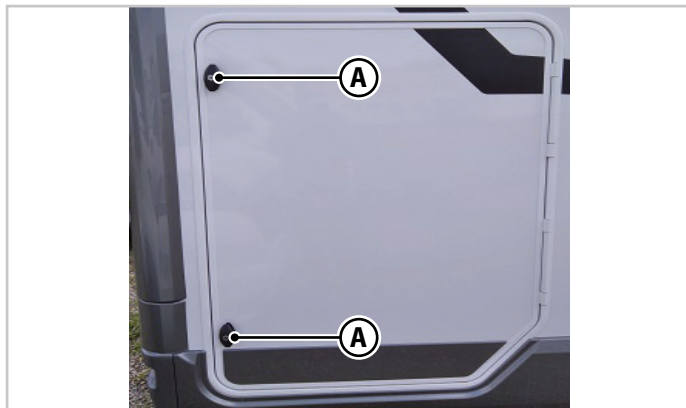

Fig.5.3 - Lås till garageutrymme
- Se till att du har låst garageutrymmet genom att låsa alla lås (A-Fig.5.3) innan körningen påbörjas. Att bara trycka på dörren säkerställer inte att den är låst.
Garageutrymmet är utrustat med ett eller två lås (A-Fig.5.3).